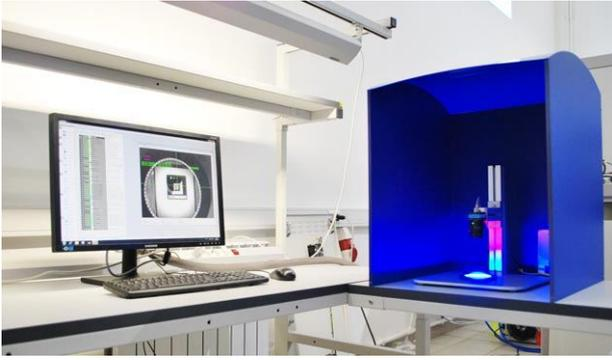

Рисунок 18. Система входного контроля FT-VISION.
- Система входного контроля FT-VISION (Рисунок 18) – новейшая разработка «Совтест АТЕ», предназначенная для